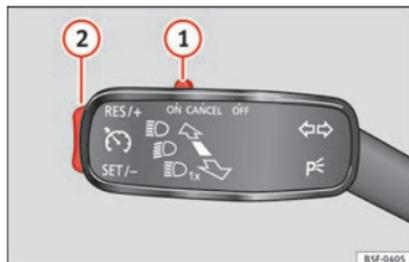

Fig. 32 Ver ubicación en la Fig. 3
• Conectar el GRA: desplace el conmutador »» fig. 32 ① hasta **ON**. El sistema está encendido. El sistema no regula al no haber programado ninguna velocidad.
• Activar el GRA: pulse el botón »» fig. 32 ② en la zona **SET/-**. La velocidad actual se memoriza y regula.
• Desconectar el GRA temporalmente: desplace el conmutador »» fig. 32 ① hasta **CANCEL** o pise el freno. La regulación se desconecta temporalmente.
• Conectar el GRA de nuevo: pulse el botón »» fig. 32 ② en **RES/+**. La velocidad memorizada se guarda y regula otra vez.
• Aumentar velocidad programada durante regulación de GRA: pulse botón ② en **RES/+**. El vehículo acelera hasta la nueva velocidad guardada.
• Reducir velocidad programada durante regulación de GRA: pulse botón ② en **SET/-** para reducir 1 km/h (1 mph). La velocidad se reduce hasta alcanzar la nueva velocidad memorizada.
• Desconectar el GRA: desplace el conmutador »» fig. 32 ① a **OFF**. Se desconecta el sistema y la velocidad memorizada se borra.